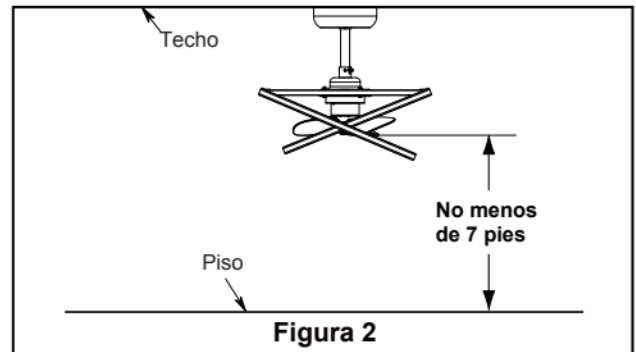

Figura 2
El ventilador debe instalarse dejando al menos 2.13 m (7 pies) de espacio libre desde el piso hasta las aspas. (Figura 2)
1. Desliza el receptor dentro del soporte de montaje con el lado plano hacia arriba, en dirección al techo, como se muestra en la Figura 2.